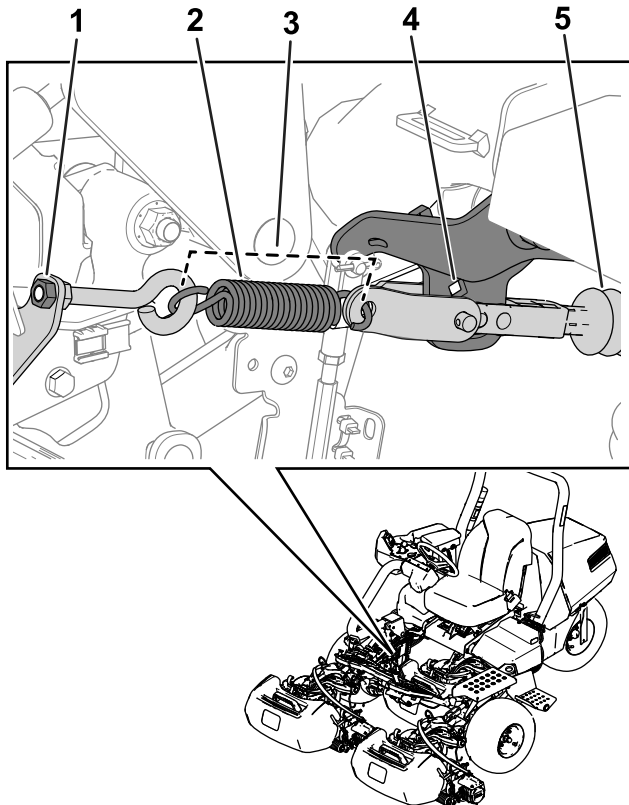

Figura 38
Nota: Consulte a Figura 38 para obter este procedimento.
5. Liberte a tensão da mola desapertando a porca que prende o parafuso com olhal ao suporte da mola (Figura 38).
3. Instale a mola como se mostra na Figura 38.
4. Aperte a porca com olhal de forma a que o comprimento da mola seja de 11,4 cm quando instalada (Figura 38).